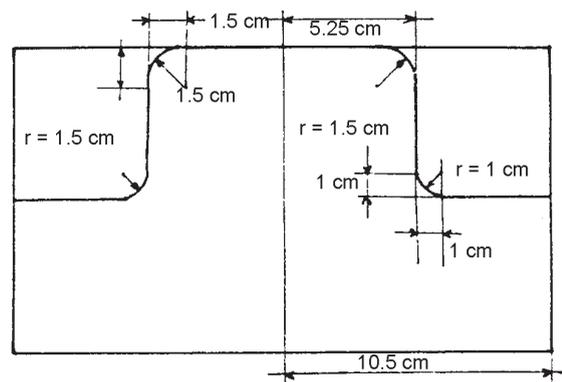

Figura 2
- Traza en la parte superior del rectángulo las siguientes medidas (figura 2).